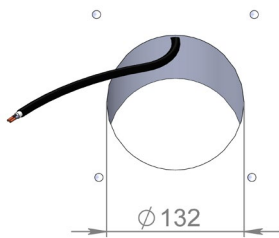

Рис. 9
- Рекомендованное расположение вывода скрытого кабеля 220В в верхней части канала, длина вывода 100-120 мм (Рис. 9)
- Отсоедините блок питания от монтажной пластины, открутив винты М3х8 и М3х22 (Рис. 9)